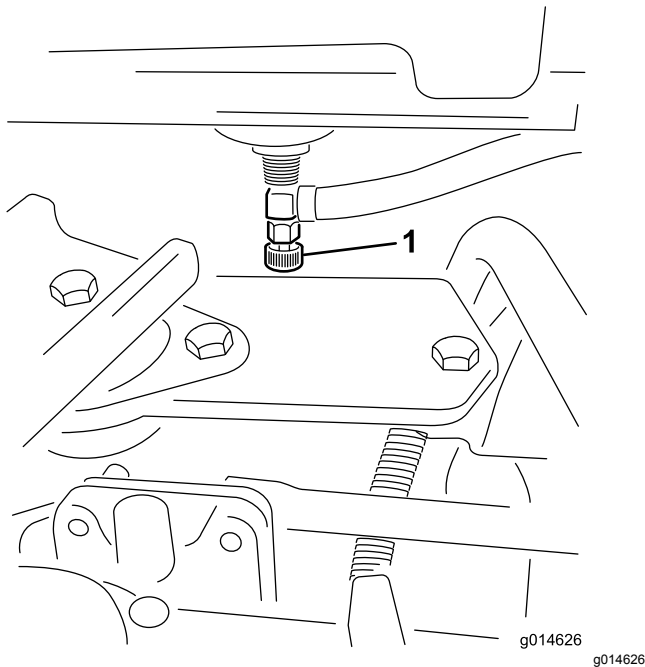

Figura 47
1. Cierre la válvula de cierre de combustible (Figura 47), situada debajo del depósito de combustible.